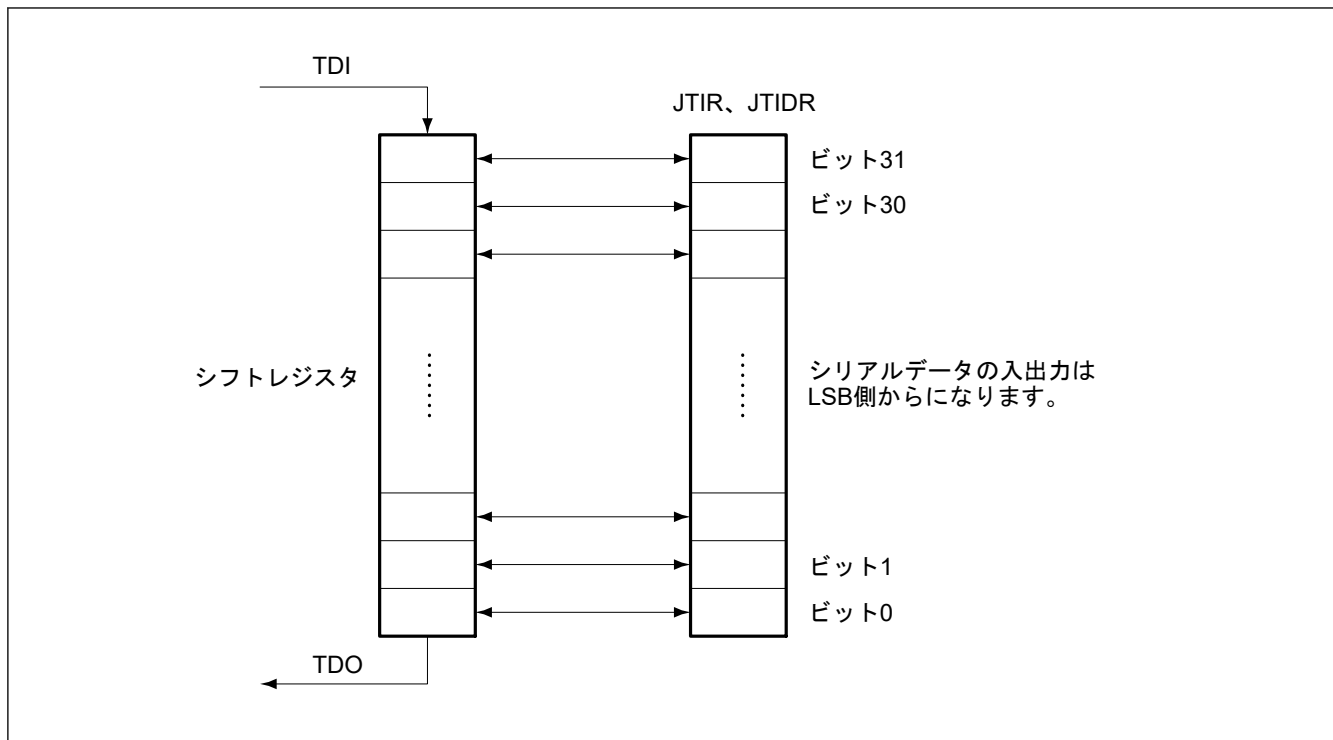

図 33.3 シリアルデータ入出力
- 図 33.3 で示すとおりシリアルデータは LSB 側から入出力します。